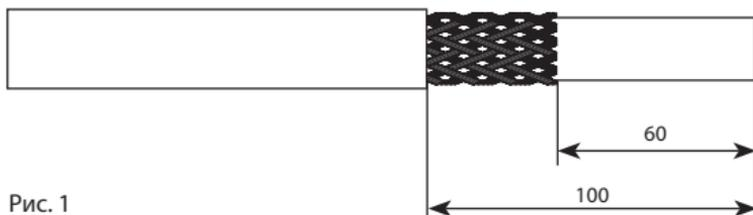

Рис. 1
5.1. Снять оболочку с каждого конца кабеля на длине 100 мм (рис. 1).
5.2. Расплести экранирующую оплетку на длине 60 мм и аккуратно обрезать расплетенную часть. Не расплетенную часть сдвинуть к краю оболочки (рис. 1). Снять изоляцию на длине 60 мм (рис. 1).